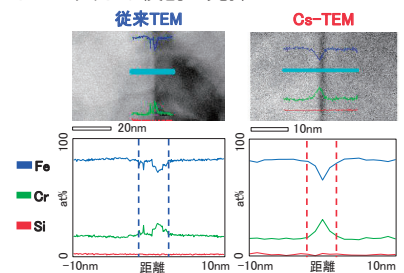

図3 粒界Cr偏析のEDSライン分析 (比較結果)
(3) 図3はフェライト系ステンレス鋼の粒界Cr偏析について、従来TEMとCs-TEMのEDSライン分析を比較した事例です。両グラフとも粒界近傍±10nm領域のライン分析結果ですが、従来TEMではCr濃度 (緑ライン) について粒界偏析は認められませんがグラフのばらつきが大きくなっており、濃度勾配は不明瞭です。